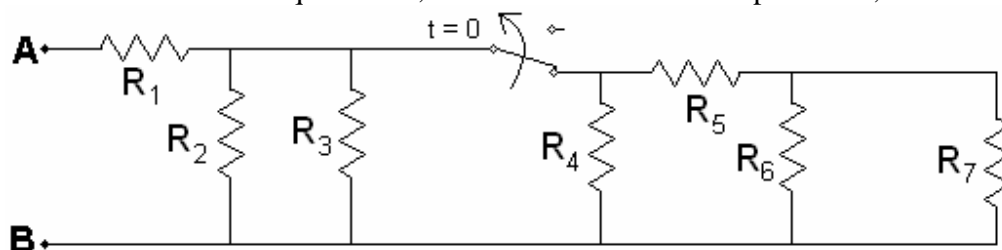

Figura 1.
- O circuito da figura 1 apresenta uma chave que altera sua posição para $t = 0$. Por esta razão, este circuito deverá ser analisado em duas etapas: para $t < 0$ e para $t > 0$. Assim, **calcule** (modelagem):